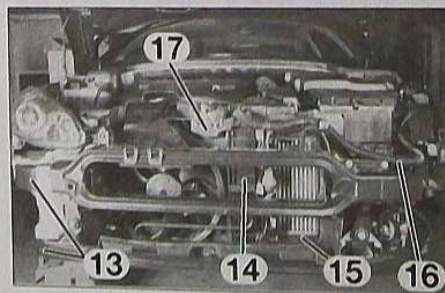

FIG.51
- les deux traverses (13) (Fig.51).
- le radiateur (14).
- la connectique de motoventilateur (15).
- la goulotte de refroidissement de la boîte à fusible/calculateur (16).
- Débrancher et écarter la serrure de capot (17).